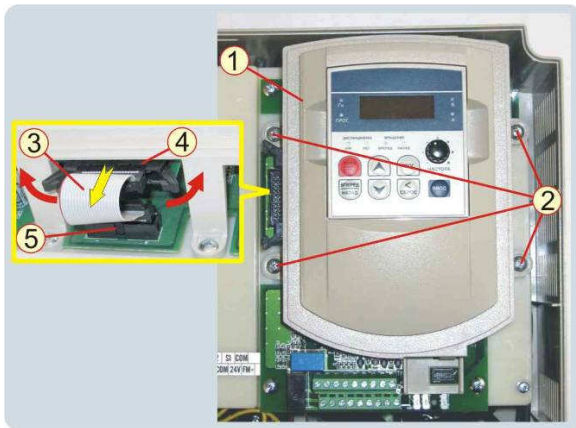

Рис.6.3
**6.3.1** Снять кабель 3, раскрыв фиксаторы разъема 4 и отсоединив розетки кабеля из разъемов 4 и 5 (рис.6.3). Положить кабель в тару.
**6.3.2** Выкрутить четыре самонарезающих винта 2, снять держатель пульта 1 с пультом (рис.6.3). Положить винты и держатель пульта в тару.